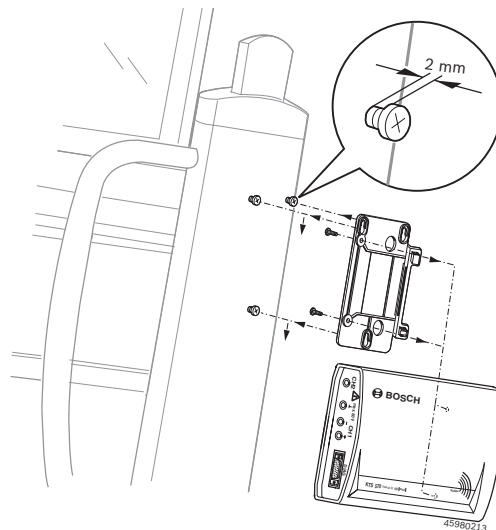

Fig. 4: Montagem do suporte de fixação
1. Apertar no carrinho Bosch os três parafusos de cabeça abaulada fornecidos no volume de fornecimento (ver fig. 4).